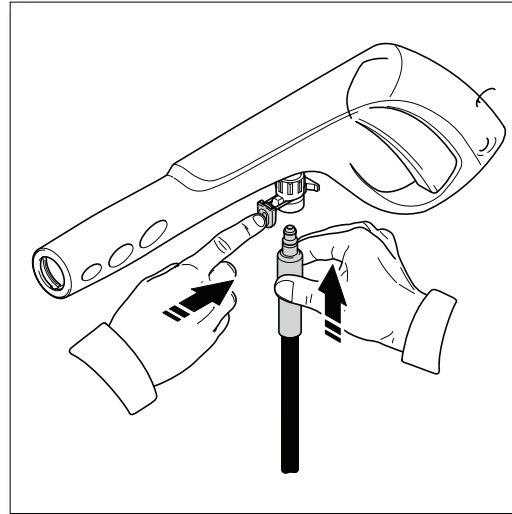

Fig. 5
- Conecte el otro extremo de la manguera de presión alta a la pistola rociadora e inserte la punta de metal de la manguera en el montaje ubicado frente al gatillo. Esto la asegurará a la pistola rociadora cuando haga "clic" (Fig. 5). Compruebe si la manguera está asegurada tirándola despacio. Ahora la manguera está unida a la pistola rociadora de forma segura.